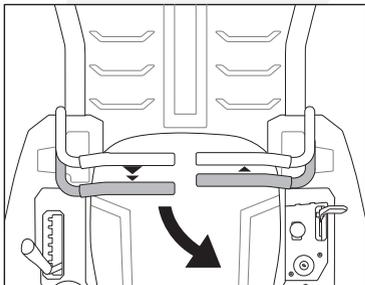

Fig.18B
2. Para girar a la izquierda mientras circula marcha atrás, mueva la palanca de mando de la tracción derecha hacia delante de la palanca de mando de la tracción izquierda. (Fig.18B)